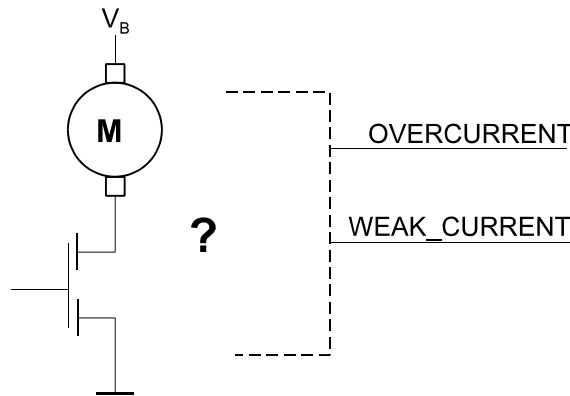

Abb. 16 Leistungsstufe
39. Abb. 16 veranschaulicht eine Leistungsstufe. Der Laststrom ist zu überwachen. Es sind zwei Fehlersignale abzugeben: 1. OVERCURRENT, wenn ein bestimmter Maximalstrom überschritten wird, 2. WEAK_CURRENT, wenn der Strom einen bestimmten Mindestwert unterschreitet (Hilfestellung: Sie müssen den Stromfluß irgendwie messen und mit Sollwerten vergleichen...).